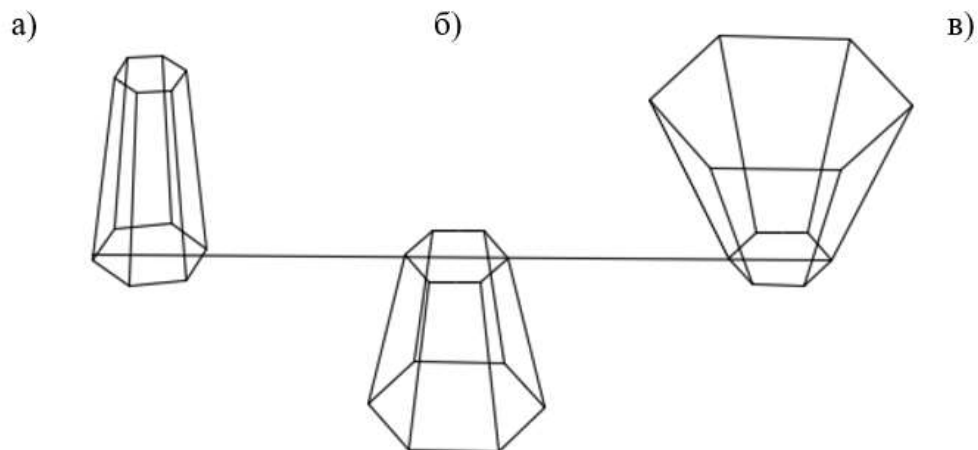

Рисунок 1.13 – Команда Выдавить с разными значениями глубины и конусности:
**Угол конусности** - Значение угла конуса для выдавливания. Положительные величины угла сужают объект, отрицательные - расширяют его. На рис.1.13 приведен пример создания тела путем выдавливания с разными значениями глубины и конусности.